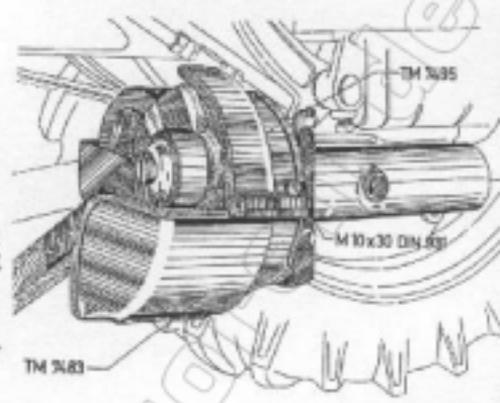

Abb. 13
12. Der **untere Schutzkasten** TM 7483 wird mit den Sechskantschrauben M 10×30 und den dazugehörigen Federringen B 10 am Vorgelege gemäß Abb. 3 befestigt. Der **obere Schutzkasten** TM 7495 wird mit einer Sechskantschraube M 10×30 sowie Sechskantmutter und Federring am unteren Schutzkasten TM 7483 befestigt (Abb. 13).